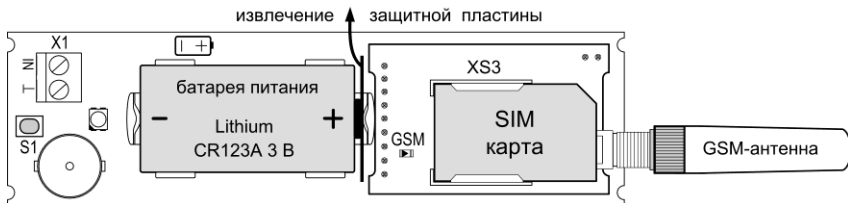

Рис.4 Установка SIM карты, извлечение защитной пластины, подключение внешней GSM-антенны (только для варианта 2)
2. Убедитесь, что SIM карта установлена в соответствии с рис.4, либо установите SIM карту в держатель на плате GSM-модуля: контактами к держателю, срезом – как показано на рис.4.
3. Включите питание сигнализатора – извлеките защитную пластину из контактов батареи питания (см. рис.4) или установите батарею питания, соблюдая полярность (если она была извлечена). После включения питания световой индикатор сигнализатора засветится красным. Светодиод «GSM» будет светиться в течение 3-х секунд и начнёт часто мигать – производится поиск сети и регистрация в сети GSM.
1. Сигнализатор должен находиться в «Дежурном» режиме. Откройте крышку сигнализатора (У варианта 2 перед снятием крышки отключите внешнюю GSM-антенну – антенна откручивается вращением против «часовой стрелки». После снятия крышки – подключите антенну, антенна прикручивается к SMA-разъёму вращением по «часовой стрелке»). Убедитесь, что SIM карта установлена в соответствии с рис.4.